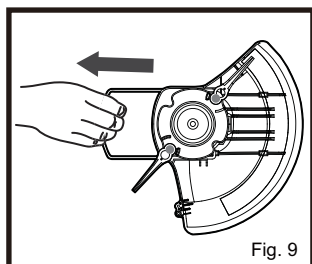

Fig. 9
Tirez sur le garde de fleurs hors de la tête de coupe (Fig.9). Si les fleurs de la garde n'est plus nécessaire, il peut être poussé à nouveau (position parking).
1. Tenez l'outil tel qu'indiqué (Fig.9)